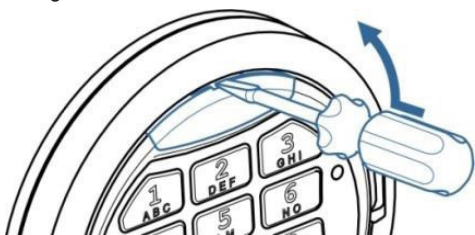

Fig. 7.2
- Enlevez le couvercle en plastique de l'alimentation de secours (5), voir Fig. 7.2.